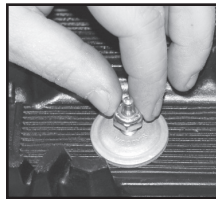

Figure 2
3. Placez le contre-écrou standard fourni dans la trousse ou l’écrou de rechange Big Nut de Woody’s® (défini plus bas) sur le crampon et serrez à la main. (figure 2)
2. À l’extérieur de la chenille, placez la plaque de soutien bombée Combo Digger® sur le crampon, la partie concave du dôme creux tournée vers la chenille, et serrez à la main. (figure 2)